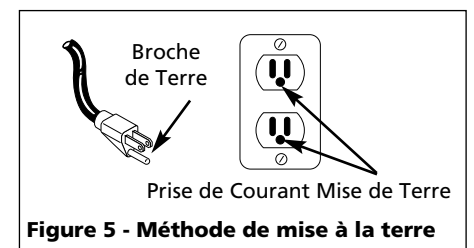

Figure 5 - Méthode de mise à la terre
- Ce produit est conçu pour l'utilisation d'un circuit de 120 volts et a une fiche de mise à la terre comme celle indiquée sur la Fig. 5. Assurer que le modèle est branché à une prise de courant qui a la même configuration que la fiche. Ce produit doit être mis à la terre. Dans l'événement d'un court-circuit, la mise à la terre diminue le risque de secousse électrique en fournissant un fil d'échappement pour le courant électrique. Ce produit est équipé avec un cordon qui a un fil de terre avec une fiiche de terre. La fiche doit être branchée dans une prise de courant qui a été installée et mise à la terre correctement en respectant tous les codes et règlements locaux.